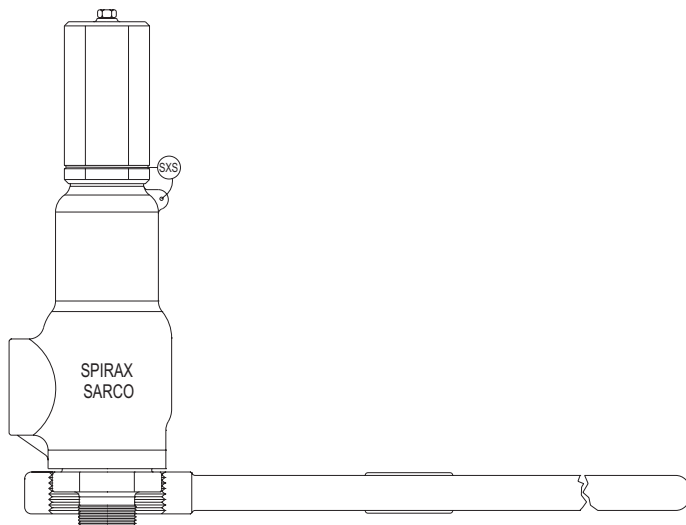

Figura 01
• As válvulas com conexões roscadas devem ser instaladas utilizando-se o corpo (01) como local de encaixe da chave de aperto. Nunca utilize o castelo (22) ou a rosca deste como local de encaixe da chave de aperto, isto afetará a pressão de abertura e o desempenho da válvula (Figura 01).